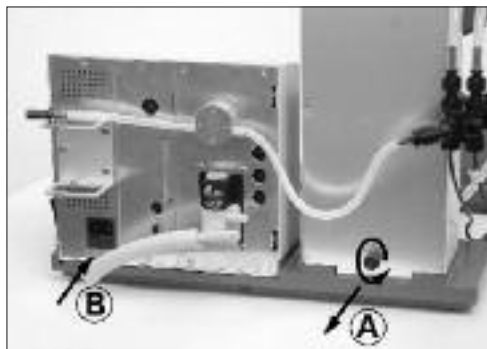

Fig. 4a
**ATENCIÓN:** Quite el dispositivo de protección para el transporte (fig. 4a)!